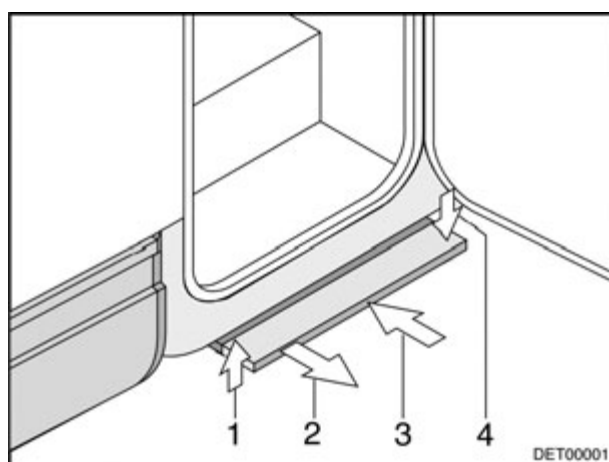

Fig. 1 Escalón de entrada mecánicamente controlado
- Tirar del escalón hacia delante (Fig. 1,2) hasta que encastre.
- Levantar ligeramente el escalón (Fig. 1,1).
- Insertar el escalón hasta el tope por debajo del piso del vehículo (Fig. 1,3). Prestar atención a que encastre el escalón (Fig. 1,4)!